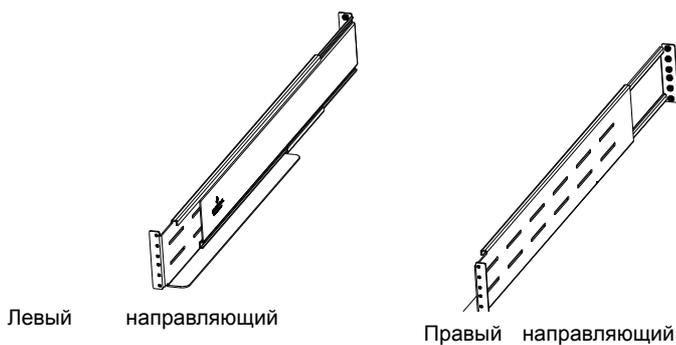

Рис. 2-5 Определение направляющих рельсов
1) распакуйте направляющие рельсы (левый и правый), винты направляющего рельса и панели, затем определите правый и левый рельс, как показано на Рис. 2-5, и проверьте работу возвратных механизмов.